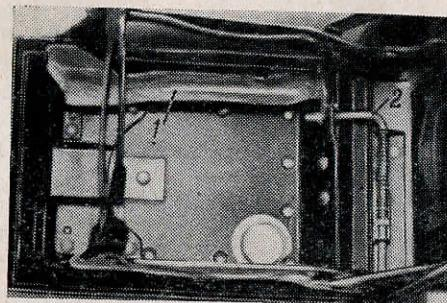

Рис. 37. Рычаги спуска затвора
**Передача спуска затвора** от спусковой кнопки осуществляется при помощи двух вспомогательных рычагов 1 и 2 (рис. 37), которые расположены на камере под мехом. Рычаг 2 укреплен на корпусе камеры при помощи скобы и отверстий в ее ушках. Рычаг смещается влево при